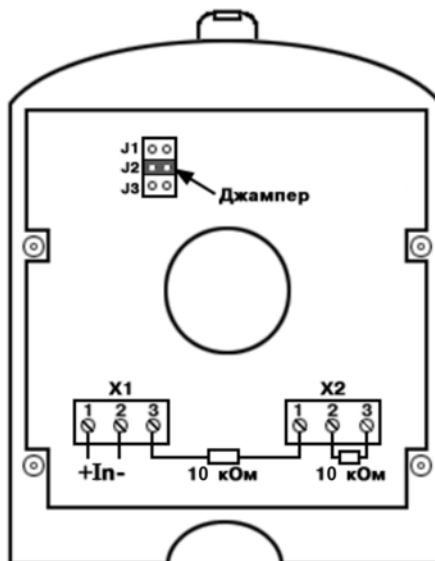

Рисунок 4 – Схема подключения извещателя
- 1) Установите джампер на переключателе режимов работы извещателя в положение «J2» (см. рисунок 4);